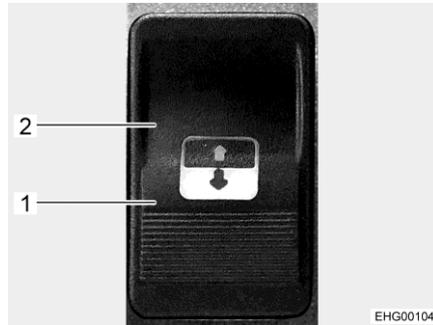

Fig. 119 Touche
La touche (Fig. 119) se trouve à côté du toit ouvrant électrique dans le plafond du véhicule
- Appuyer sur la touche du côté du symbole d'ouverture (Fig. 119,1) jusqu'à ce que le toit ouvrant se trouve dans la position désirée.
- Appuyer sur la touche du côté du symbole de fermeture (Fig. 119,2).
- Appuyer sur la touche du côté du symbole de fermeture (Fig. 119,2) jusqu'à ce que le toit ouvrant se soit fermé le plus possible.